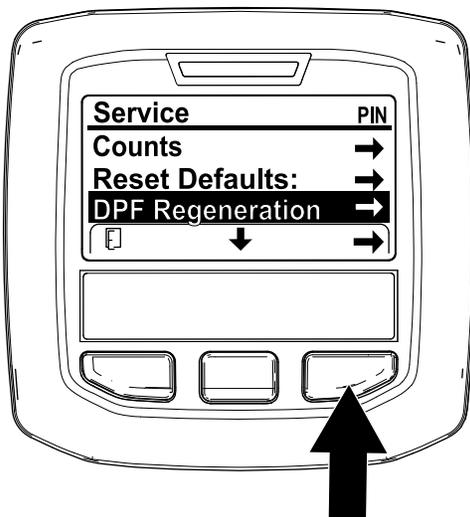

Figura 59
- Accedete al menu Service e premete il pulsante centrale per scorrere il menu verso il basso fino all'opzione DPF REGENERATION ((Rigenerazione FAP) (Figura 59).
- Premete il pulsante destro per selezionare la voce DPF Regeneration (Figura 59).